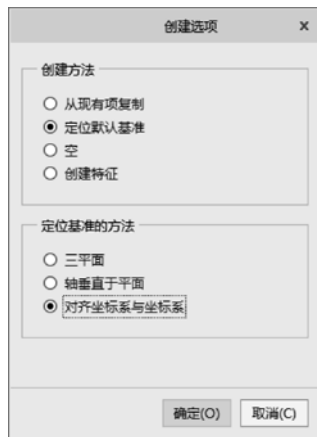

图 7-8 “创建选项”对话框
(3) 系统弹出“创建选项”对话框, 在“创建方法”选项组中选择“定位默认基准”单选按钮, 在“定位基准的方法”选项组中选择“对齐坐标系与坐标系”单选按钮, 如图 7-8 所示, 单击“确定”按钮。